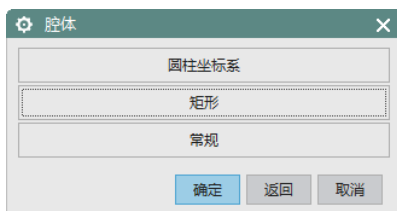

图 11-34 “腔体”对话框
(1) 选择“菜单(M)”→“插入(S)”→“设计特征(E)”→“腔体(P)”, 打开如图 11-34 所示的“腔体”对话框。